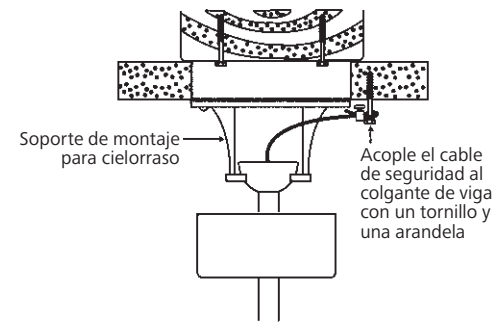

Fig. 12
**Paso 1.** Inserte un tirafondos y arandelas en el colgante de viga junto al soporte de montaje, pero no ajuste. (Fig. 12)